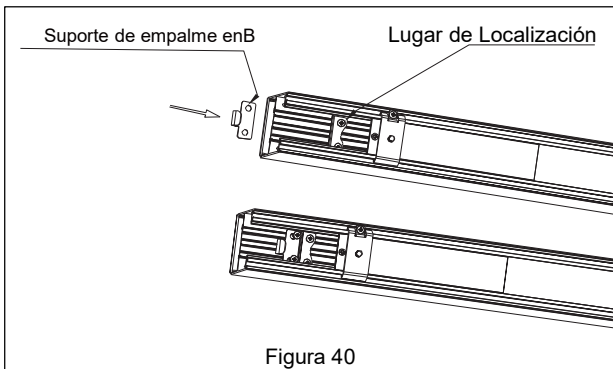

Figura 40
2. Desliza el soporte de empalme B en la pieza de localización y asegúrala con los tornillos. **Ver Figura 40.**